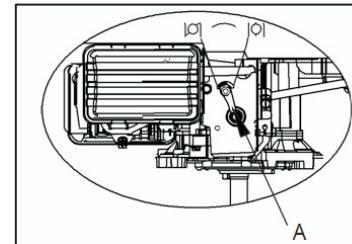

Fig. 2B    A. Acceleratore
- b) Attivare la farfalla dell'aria . (Fig. 2B)